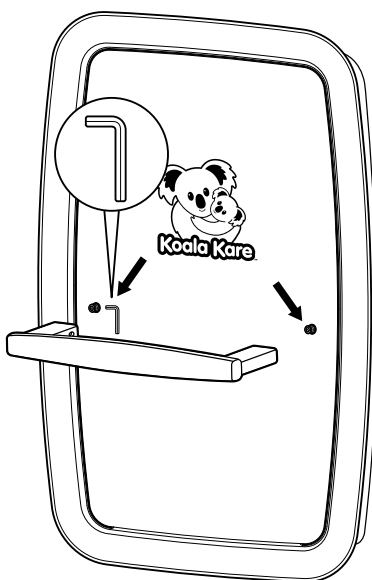

Fig. 9
- Utilisez la clé Allen fournie pour serrer les vis de réglage dans les poignées, en les fixant aux goujons de montage de la poignée. **Fig. 9**